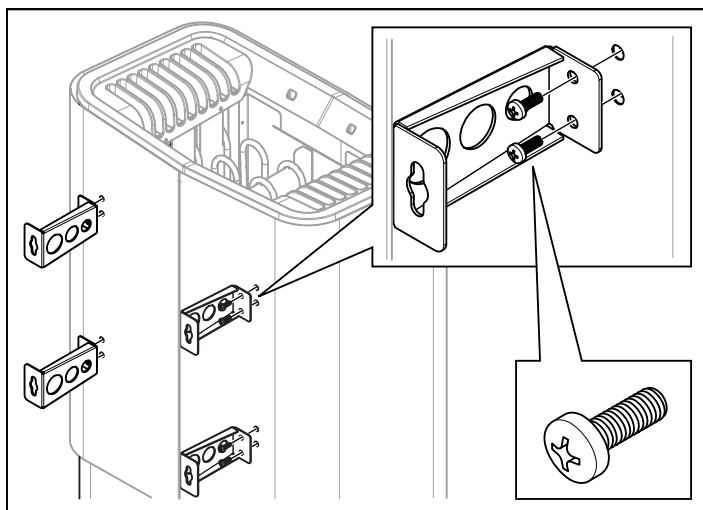

Fig 9: Montera konsolerna på aggregatet
8. Lossa de två första skruvarna på aggregatets baksida och skruva fast en av de fyra konsolerna. Upprepa proceduren tills alla konsolerna sitter på plats se Fig 9.